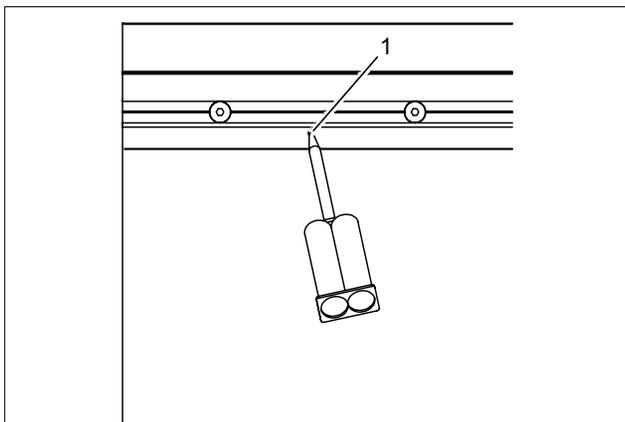

Abb. 11 Türschiene verkleben
Wenn an der Glasscheibe im Gebrauch mit Vibrationen zu rechnen ist, wird die obere Türschiene zusätzlich mit der VSG-Scheibe verklebt. Dazu befinden sich in der oberen Türschiene 2 Klebstoffkammern. Die Kammern liegen links und rechts auf der Innenseite des Flügels. Jede Kammer verfügt über eine Einfüllbohrung (Abb. 11/1), über die der Klebstoff eingefüllt wird.
1. Kleber durch die Einfüllbohrung spritzen (Abb. 11/1), bis der Kleber am Rand über die Klebstoffkammer austritt.